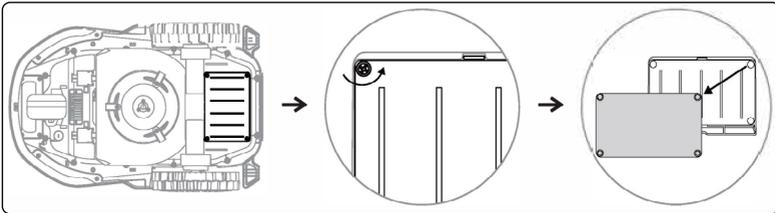

Рис. 38
• Как заменить батарею (рис. 38)